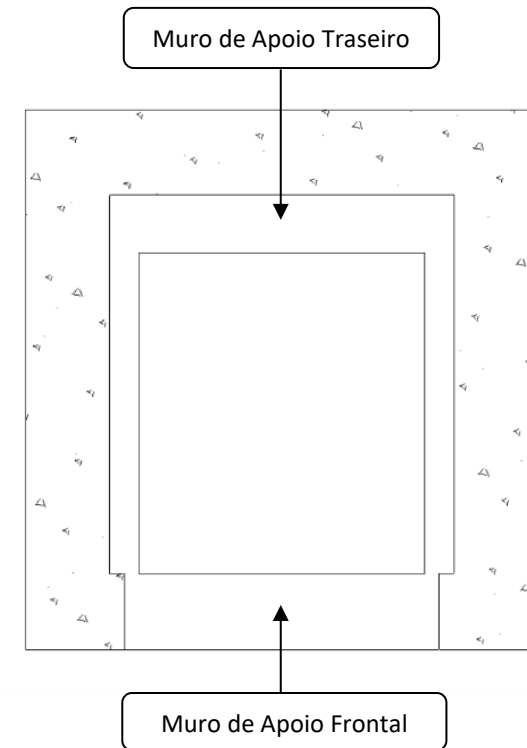

Figura 02
1. Para a instalação do seu equipamento, sua churrasqueira deve possuir um muro traseiro com 5cm de espessura (10cm se for com Churrasqueira Rotativa), nivelado com o muro frontal da alvenaria, o qual servirá de apoio, conforme figura 02 abaixo: